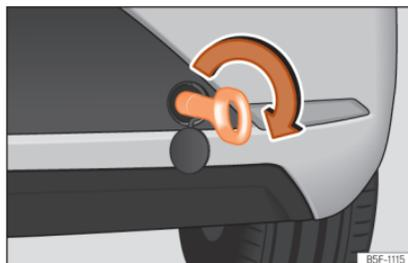

Abb. 103 Hinterer Stoßfänger rechts: Eingeschraubte Abschleppöse
- Schrauben Sie die Abschleppöse bis zum Anschlag in das Gewinde ein »» **Abb. 103** und ziehen Sie sie mit dem Radschlüssel fest an.